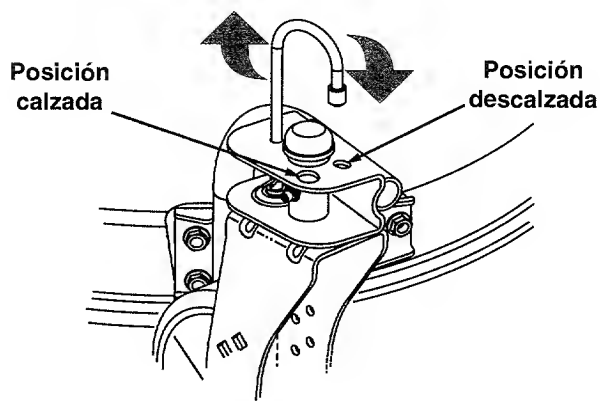

Figura 8
- Cebe tres veces. Vea la Figura 8. Espere dos segundos aproximadamente entre cada cebado. Cebe cinco veces en tiempo frío alrededor de 55°F o menor. Después de un apagado breve **no cebe para volver a arrancar un motor.**
- **Para calzar las ruedas:** Levante y coloque la clavija de calce en el orificio más grande de cada rueda. Vea la Figura 8.
- **Para descalzar las ruedas:** Levante y coloque la clavija de calce en el orificio más pequeño para permitir que las ruedas giren libremente. Vea la Figura 8.